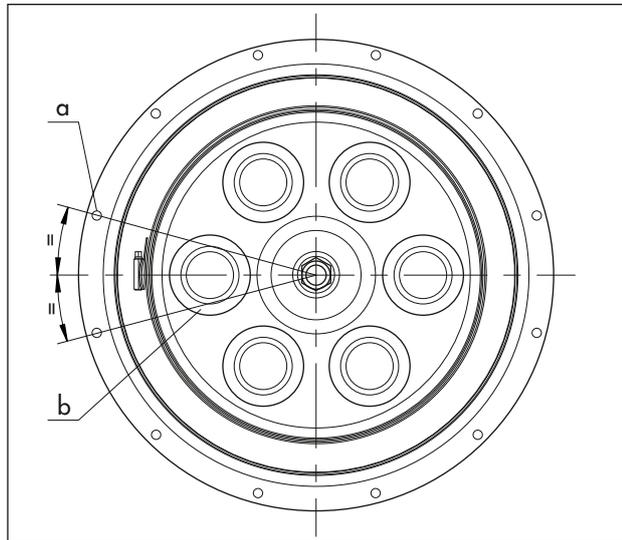

图 24: 对齐膜片
5. 安装新膜片 (A4)。确保膜片与隔膜板正确对齐。必须将穿过隔膜板弹簧的两个对立凹槽的虚线居中对齐在膜片中两个螺栓孔之间 (请参见图 24)。
**350 和 700 cm2:** 转动软管夹闭锁上的螺钉, 直至膜片 (A4) 与软管夹 (A6) 之间只剩下几毫米的间隙。将压缩机 (A19) 对齐放在软管夹闭锁的下方 (参见图 24)。使用合适的工具拧紧闭锁螺钉。遵循拧紧扭矩。
6. 安装新膜片 (A4)。确保膜片与隔膜板正确对齐。必须将穿过隔膜板弹簧的两个对立凹槽的虚线居中对齐在膜片中两个螺栓孔之间 (请参见图 24)。
**350 和 700 cm2**: 转动软管夹闭锁上的螺钉, 直至膜片 (A4) 与软管夹 (A6) 之间只剩下几毫米的间隙。将压缩机 (A19) 对齐放在软管夹闭锁的下方 (参见图 24)。使用合适的工具拧紧闭锁螺钉。遵循拧紧扭矩。